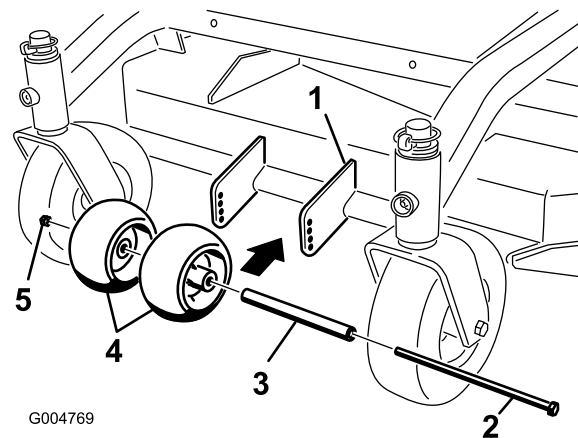

Figura 13
- Dopo avere regolato l'altezza di taglio, controllate che i rulli antistrappo siano ad una distanza minima da terra di 10 mm (Figura 13).
- Se occorre regolare, togliete il bullone, le rondelle e il dado (Figura 13).
- Selezionate una posizione del foro che permetta ai rulli antistrappo di trovarsi ad una distanza minima da terra di 10 mm (Figura 13).
- Montate il bullone e il dado (Figura 13).